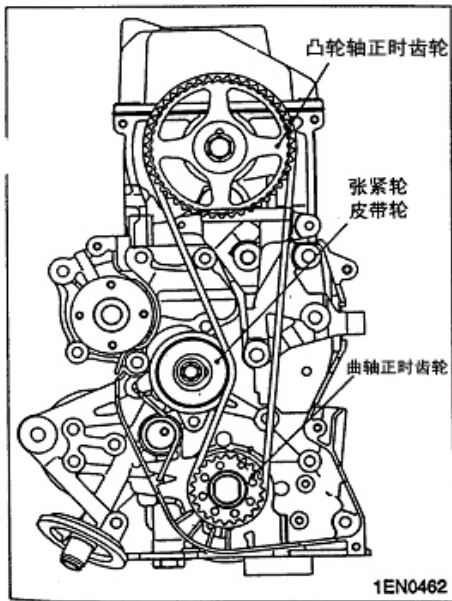

图 3-14
- c. 使正时皮带的张紧侧保持张紧, 并将正时皮带依次装入曲轴正时轮、凸轮轴正时轮和张紧器皮带轮 (见图 3-14)。
- d. 如图 3-14, 拧松张紧轮安装螺栓 1/4~1/2 圈, 使张紧器弹簧的张力作用到正时皮带上。